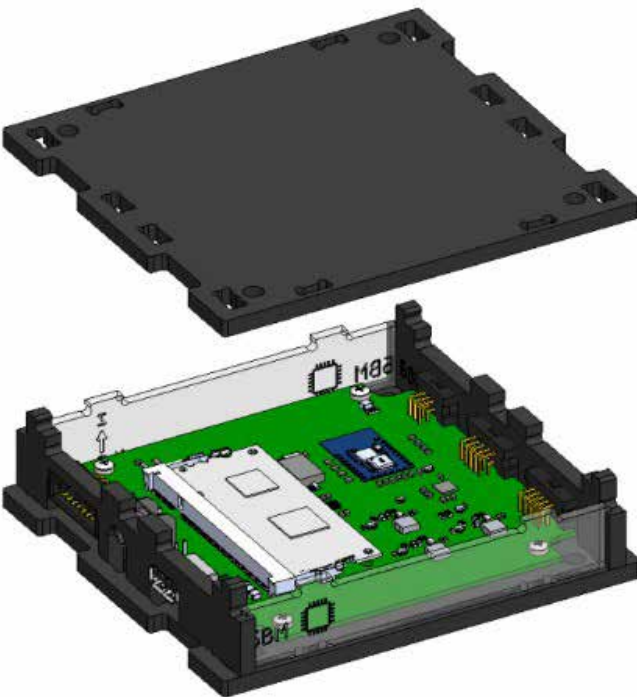

Рисунок 23. Установка верхней крышки
5) Прикрепить верхнюю крышку (обозначена: БВМ ↑) к собранному корпусу. Для этого совместить вырезы на верхней крышке и выступы двух стенок, двух панелей и защелкнуть, приложив усилия (рисунок 23):